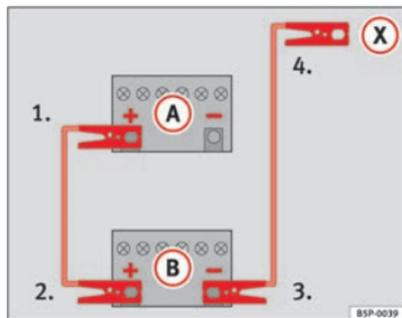

Fig. 230 Schéma de branchement des câbles de démarrage
Sur la  $\Rightarrow$  fig. 230, la batterie déchargée est repérée par la lettre **(A)** et la batterie fournissant le courant par la lettre **(B)**.
1. Raccordez une extrémité du câble de démarrage rouge à la borne positive  $\Rightarrow$  fig. 230  $\oplus$  du véhicule dont la batterie est déchargée  $\Rightarrow$   $\triangle$ .